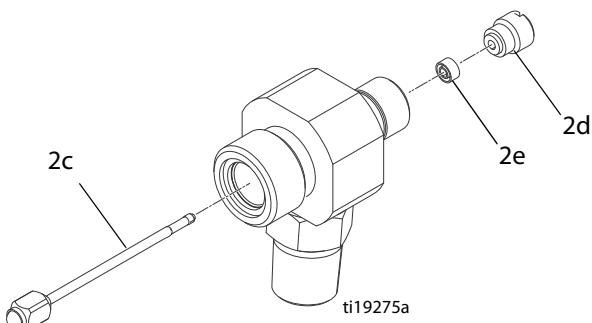

Рис. 10
7. Извлеките иглу (2c). Отвинтите фиксатор седла (2d) и снимите уплотнение (2e). См. Рис. 10.